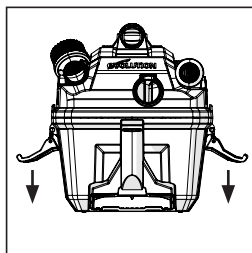

FIG. 4
- Retire el conjunto del cabezal de potencia del aspirador en seco y húmedo tirando hacia arriba de los clips de la tapa a cada lado del aspirador. Retire el conjunto del cabezal de potencia. (Fig. 4)